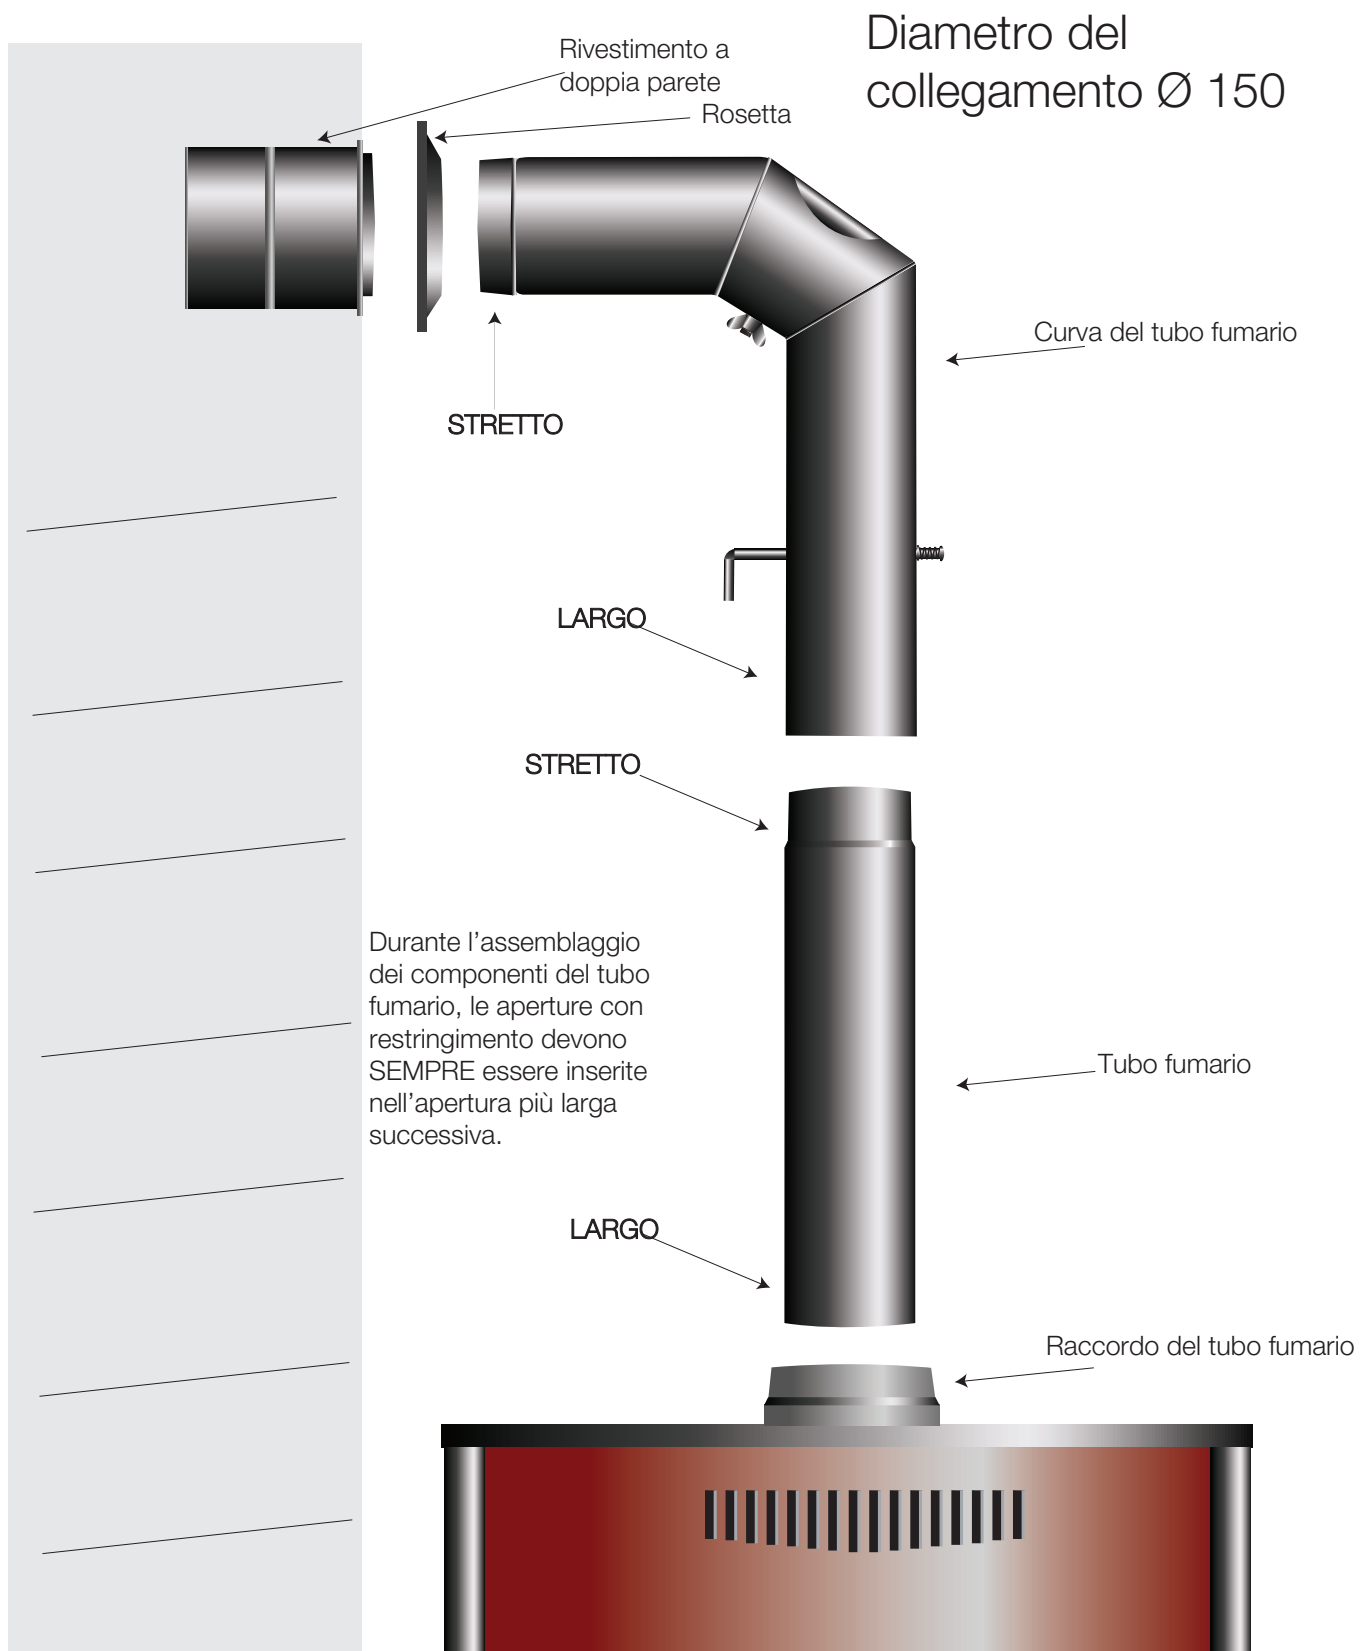

Figura 2 Collegamento del camino al camino principale
3. Figura 2 Collegamento del camino al camino canna fumaria	Pagina 6